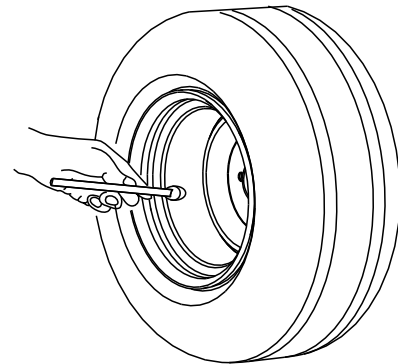

**Figure 63**
- Si la machine se déporte à droite, desserrez les boulons et déplacez la plaque de butée gauche en arrière sur la fente en T gauche, jusqu'à ce qu'elle se déplace en ligne droite (Figure 63).
- Si la machine se déporte à gauche, desserrez les boulons et déplacez la plaque de butée droite en arrière sur la fente en T droite, jusqu'à ce qu'elle se déplace en ligne droite (Figure 63).
- Serrez les boulons de la plaque (Figure 63).